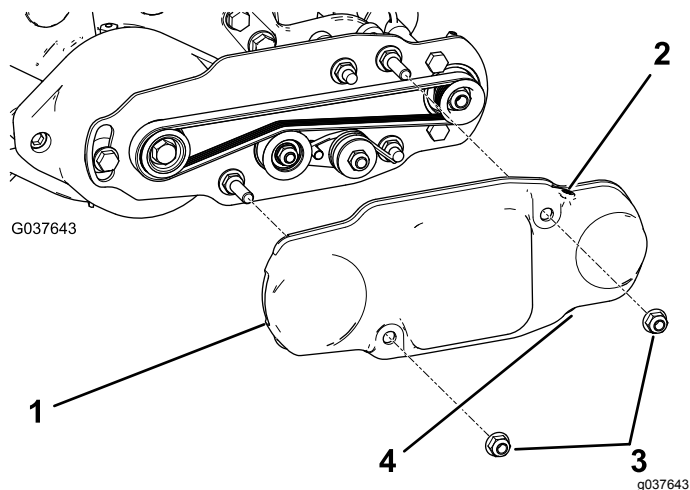

図 18
2. 取り付けボルトにベルトカバーを取り付けてフランジナット2個で固定する **図 18**。
3. 上部に固定ねじが取り付けられていることを確認し、底部の水抜き口についている固定ねじを外して捨てる **図 18**。